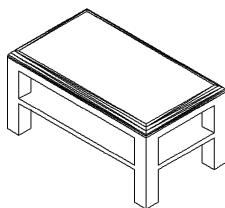

图 13-81 并集处理后消隐的结果
(8) 单击“可视化”选项卡“视觉样式”面板中的“隐藏”按钮, 对图形进行消隐处理, 结果如图 13-81 所示。